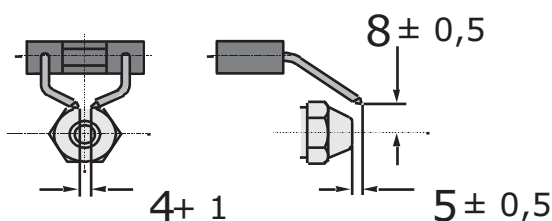

Abb. 509
- Abstand der Elektrodenspitzen zur Brennstoffdüse prüfen (siehe Abb. 509).
- Abstand zwischen den Elektroden prüfen (siehe Abb. 509).